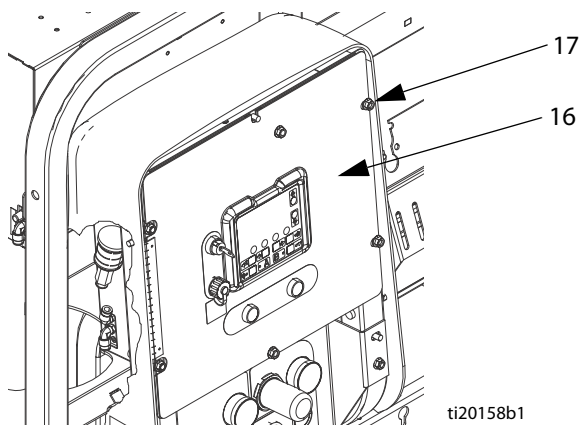

РИС. 3
2. Извлеките четыре гайки (21), а затем снимите передний и задний кожухи (19, 20).
4. Извлеките четыре гайки (17); оставьте две гайки на левой стороне панели. Откройте переднюю панель блока управления (16). См. рис. 3.